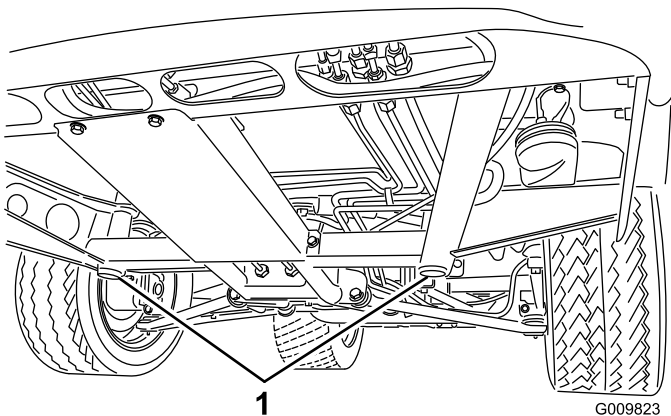
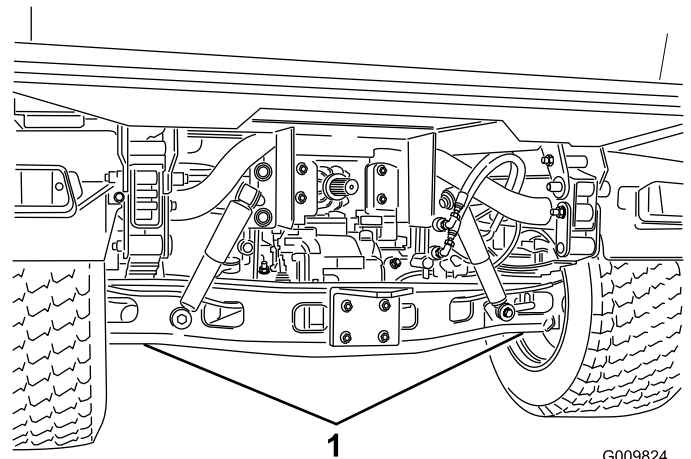

Figura 37
Figura 38
- El punto de apoyo delantero del gato se encuentra en el travesaño central delantero del bastidor (Figura 37), y en la parte trasera está debajo del tubo del eje (Figura 38).